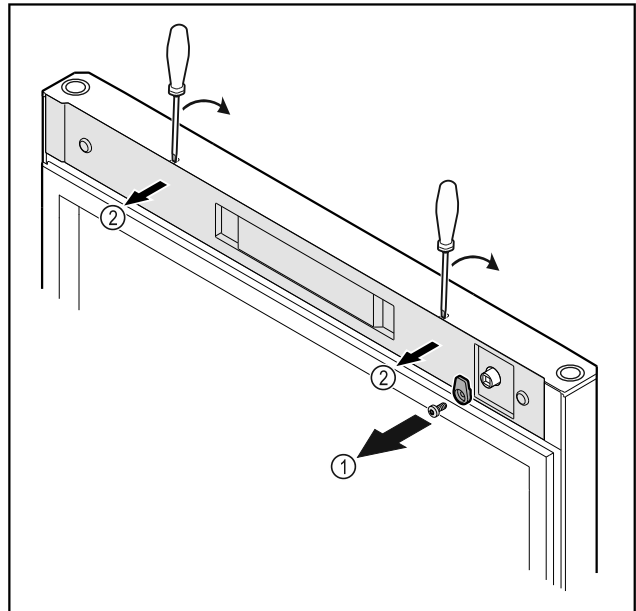

Fig. 16
- ▶ Открутите запорный крючок Fig. 16 (1).
- ▶ С помощью небольшой отвертки освободите крышку Fig. 16 (2) от фиксации и снимите ее.